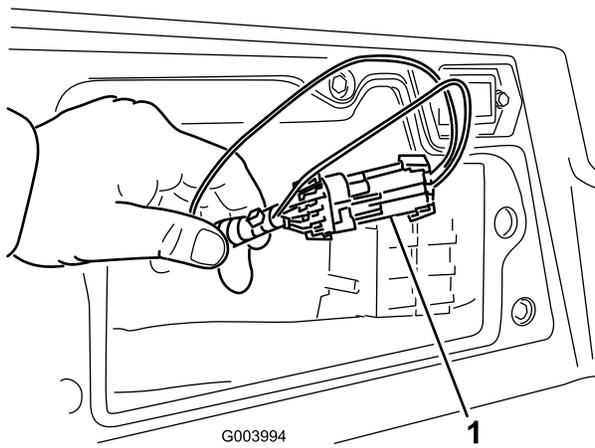

Figura 47
3. Localize os fios e os conectores junto ao controlador (Figura 47).